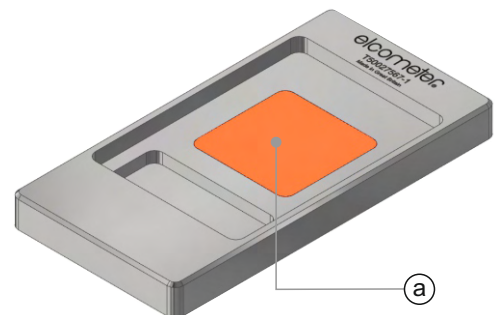

図22
- 2 膜厚を測定する塗料で作製部（a）を満たし、塗料が表面張力で若干盛り上がっていることを確認します（図22）。